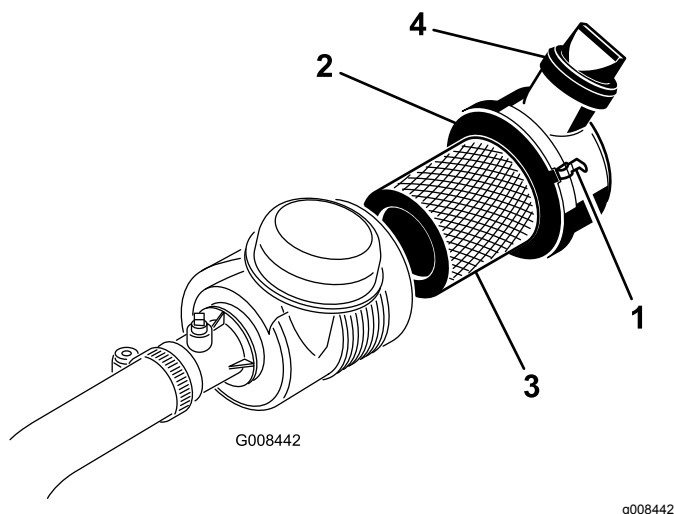

図 38
- エアクリーナのカバーをボディーに固定しているラッチを外す 図 38。
- カバーを取り付け、ラッチを掛ける 図 38。